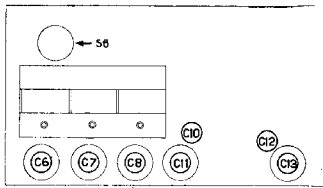

Fig. 4
- C12 en C13 trimmen op maximale output (zie fig. 4).
- Trimmen op maximum output in de volgorde: C8, C7, C6, C8, C7 (zie fig. 4).